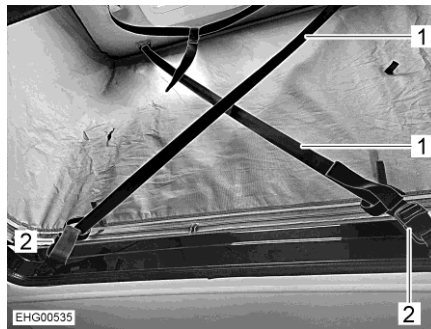

Fig. 54 Protection contre le vent
- Tirer à fond sur les deux sangles de sécurité (Fig. 54,1).
- Accrocher les sangles de sécurité en diagonale sur les boucles de fermeture (Fig. 54,2).